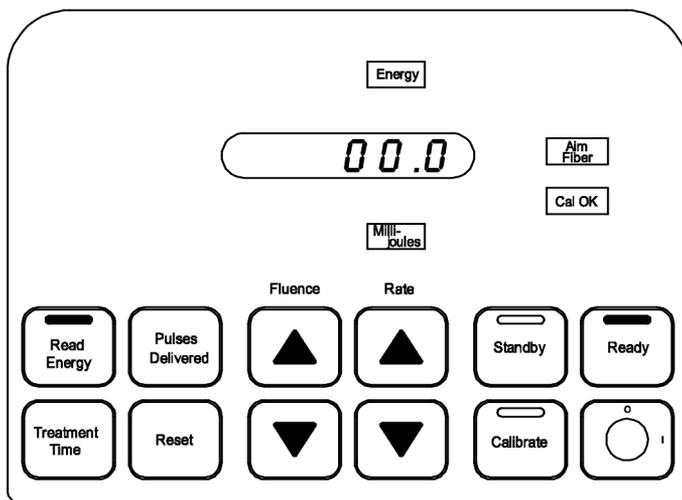

Figure 13
11. L'appui sur le bouton **Read Energy** (Valeur d'énergie) entraîne l'affichage de l'énergie de sortie de la fibre optique. Pour mesurer l'énergie provenant de la fibre optique, viser le détecteur d'étalonnage avec la fibre optique et appuyer sur la pédale. (Figure 13)